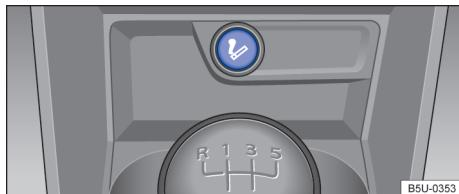

Fig. 98 No console central dianteiro: acendedor de cigarro.
- Com a ignição ligada, pressionar o acendedor de cigarro → Fig. 98.